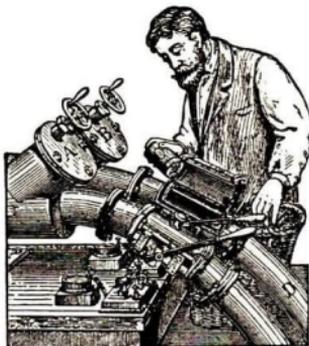

Abb. 153. Rohrpost
3. Druckluft findet auch Verwendung beim Betrieb der pneumatischen oder **Rohrpost** (Abb. 153).